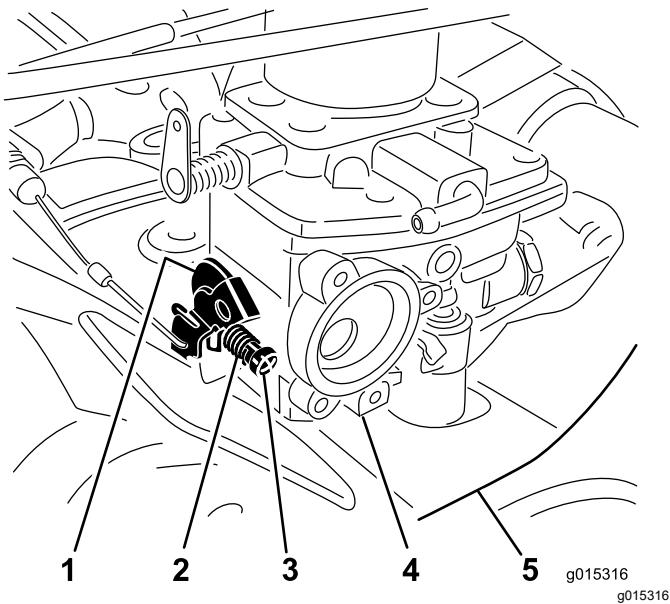
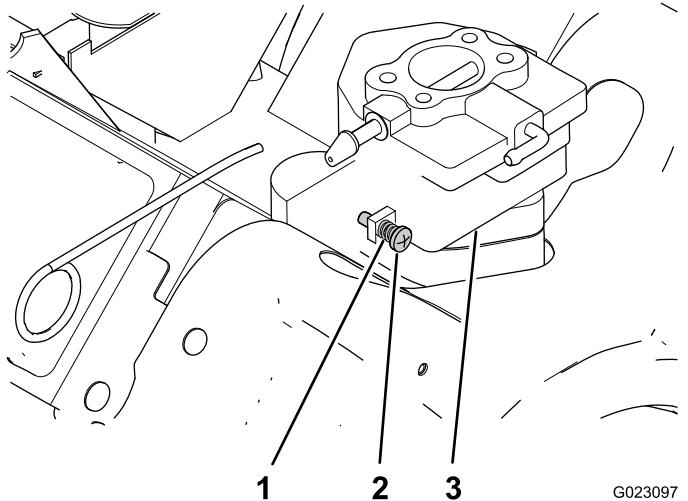

Bild 7
Bild 8
am Gasbedienungshebel (Bild 7).
nach rechts (Bild 7).
2. Stellen Sie die Leerlaufschraube so ein, dass Sie einen niedrigen Leerlauf von $1.050 \text{ U/min} \pm 1.150 \text{ U/min}$ erreichen (Bild 7 und Bild 8).